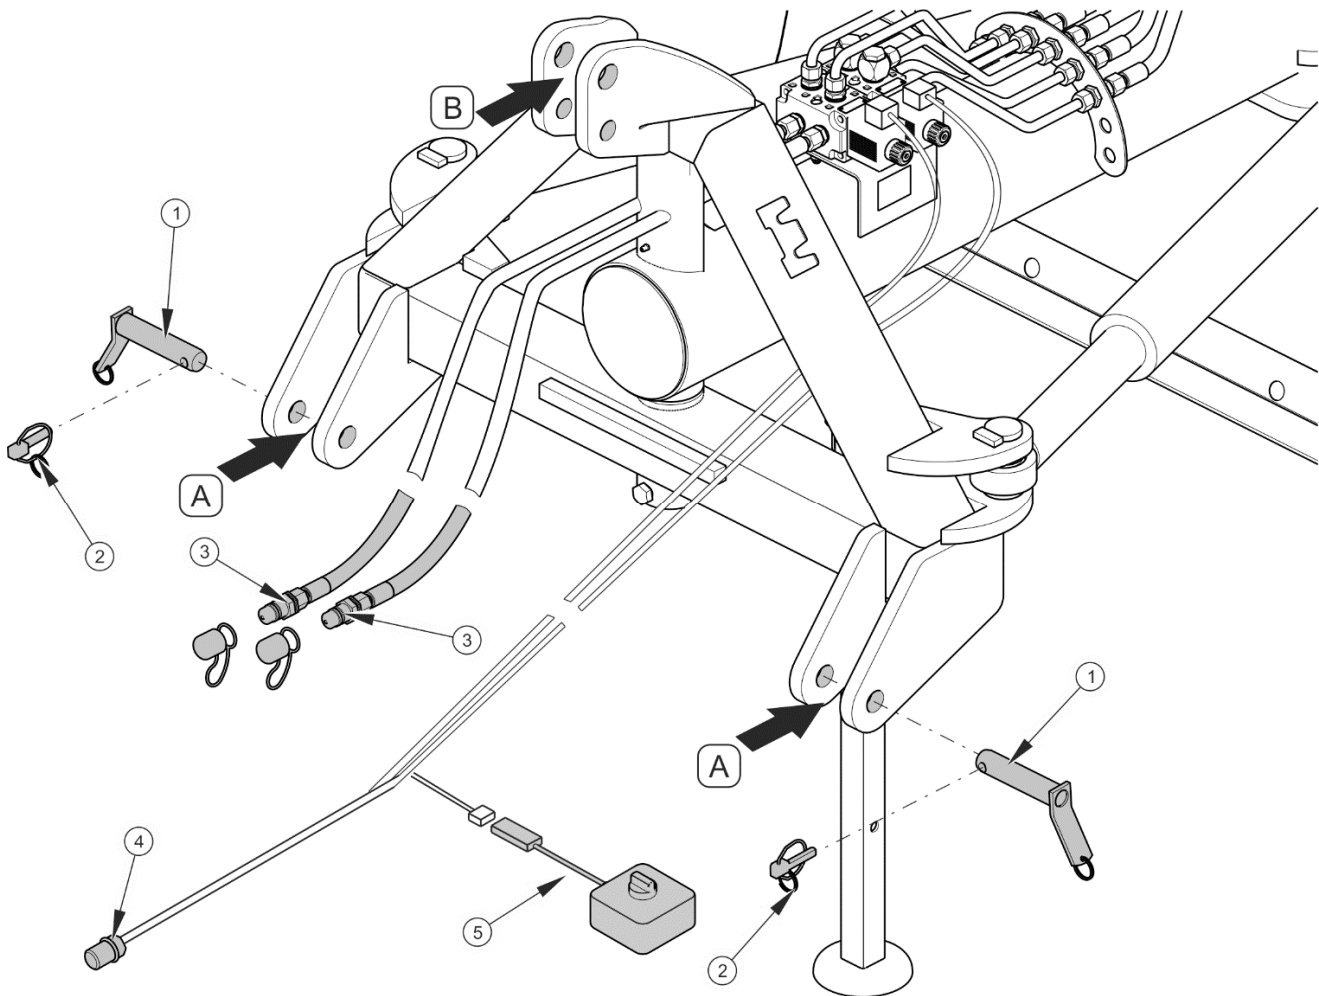
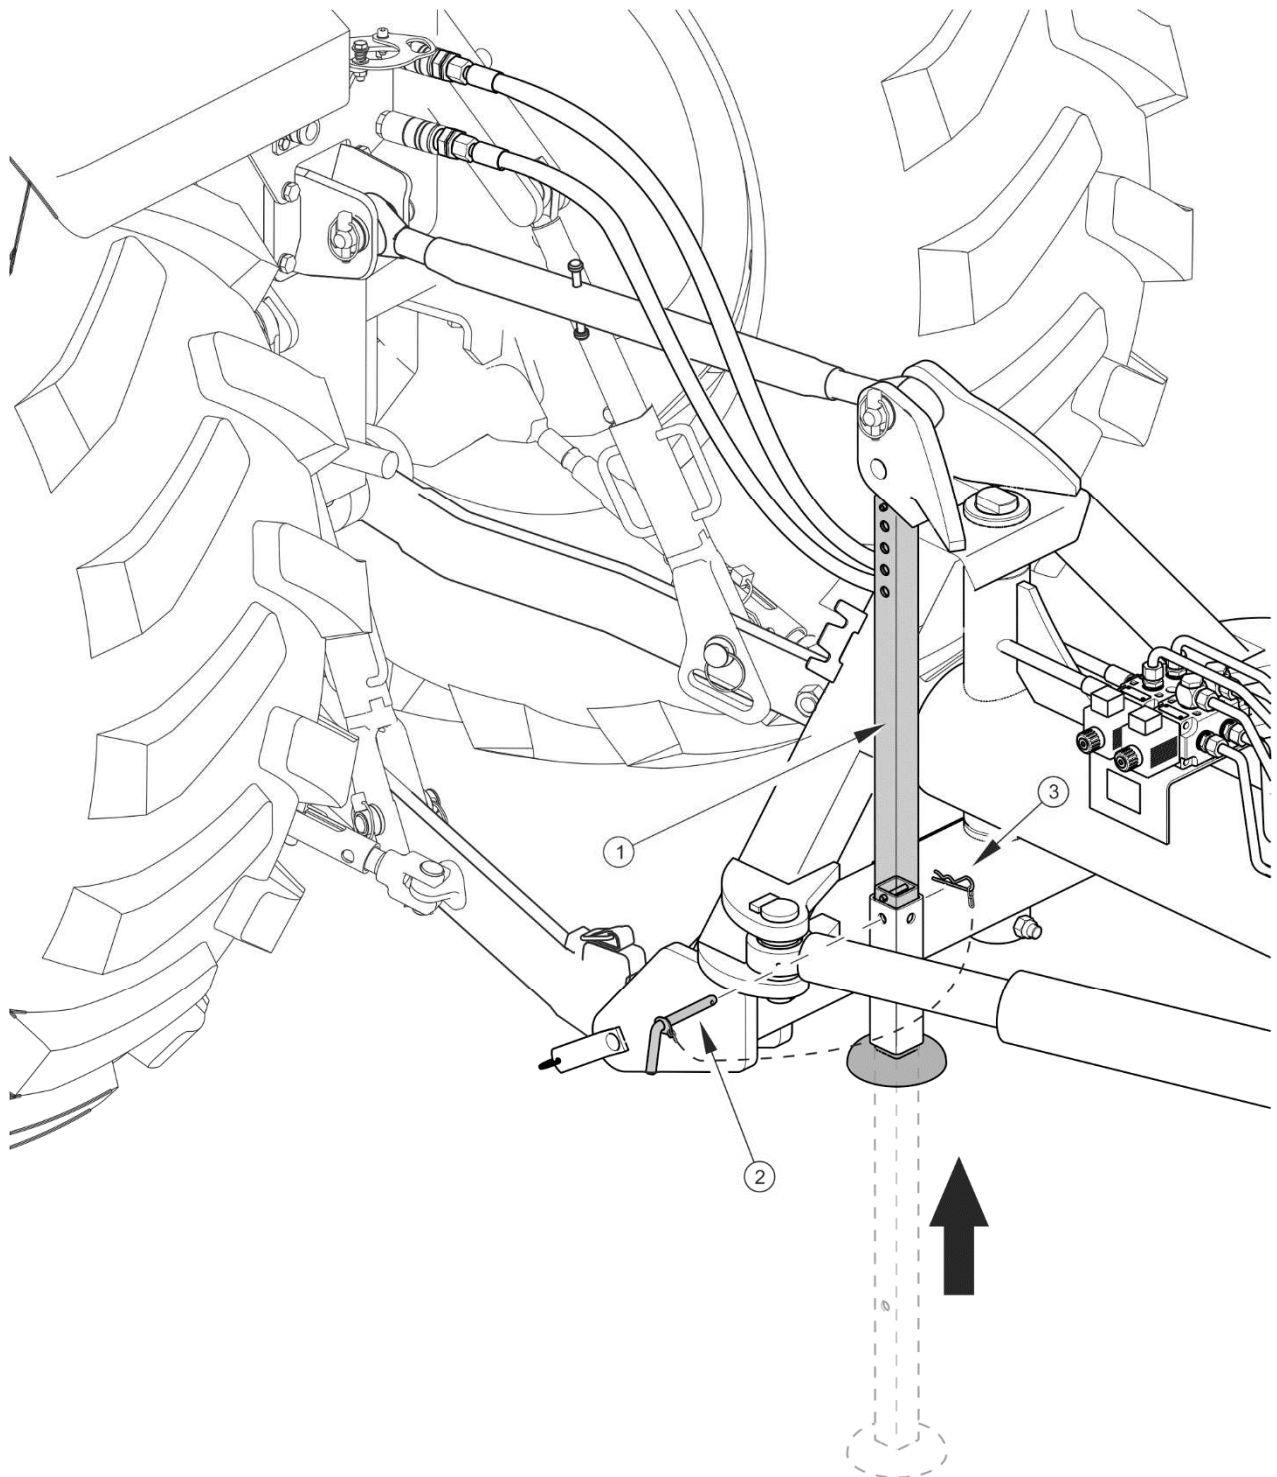

ABB. 4.1 Ankuppeln an den Schlepper
ABB. 4.2 **Stützfuß**
- Mit dem Schlepper rückwärts heranzufahren, sodass sich die Unterlenker der Dreipunkthydraulik in unmittelbarer Nähe zu den Befestigungspunkten (A) am Rahmen des Graders befinden (ABB. 4.1).
- Mithilfe des Bolzens (1) die unteren Befestigungspunkte (A) mit den Unterlenkern des Schleppers verbinden und mithilfe der Splinte (2) sichern.
- Den Oberlenker (B) des Schleppers mit dem oberen Befestigungspunkt (B) verbinden und sichern.
- Die Schnellkupplungen (3) der Hydraulikleitungen an die externe Hydraulik des Schleppers anschließen.
- Den 3-poligen Stecker (4) der Elektroinstallation an die 3-polige Steckdose am Schlepper anschließen.
- Den Schalter (5) an das Hauptkabel anschließen und an einer zugänglichen Stelle in der Fahrerkabine platzieren.
- Den Stützfuß (1) anheben, die Position mithilfe des Stifts (2) arretieren und mit dem Splint (3) sichern - (ABB. 4.2).